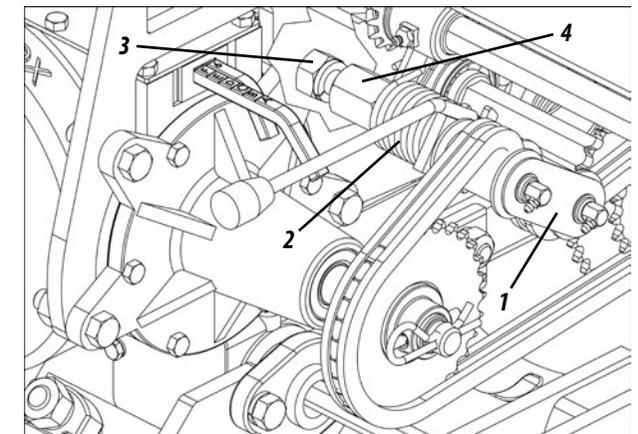

Figura 53
**ESTICADOR OSCILANTE ( FIGURA 53 )**
O esticador (1) é dotado de mola de torção (2) para maior flexibilidade do mesmo. Se necessário maior pressão no esticador, solte a porca interna (3) do mesmo, gire o eixo (4) passando o engate da mola (2) para o outro dente da roseta do eixo e reaperte novamente a porca interna (3), **conforme mostra a figura 53.**